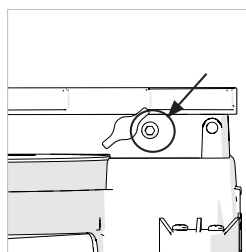

Fig. 14b
- Desaperte o parafuso da máquina (**Fig 14b**) com a chave sextavada M5 fornecida.